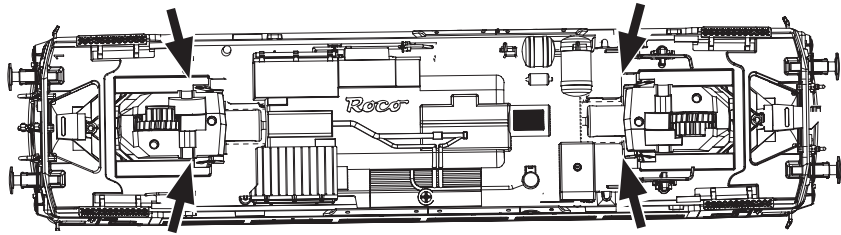

Fig. 7
2. Schmierung: Versehen Sie die im Schmierplan in Fig. 7 gekennzeichneten Stellen mit nur **kleinen Öltropfen**. Dazu zuerst das Lokgehäuse abnehmen (Fig. 3). Wir empfehlen den **ROCO Öler Art.-Nr. 10906**. Fürs Schmieren der Getriebeteile (Zahnräder, Schnecke) empfehlen wir das **ROCO-Spezialfett Art.-Nr. 10905**. Im Falle der Schmierung diese Teile **nicht ölen**.
2. Lubrication: Apply **tiny oil drops** to spots marked in fig. 7. Prior to lubrication dismantle locomotive (fig. 3). We recommend using item no. **10906, Roco oiler**. For lubrication the gearparts (e.g. cogwheels, worm) we would recommend our Roco **special grease** (item no. **10905**).